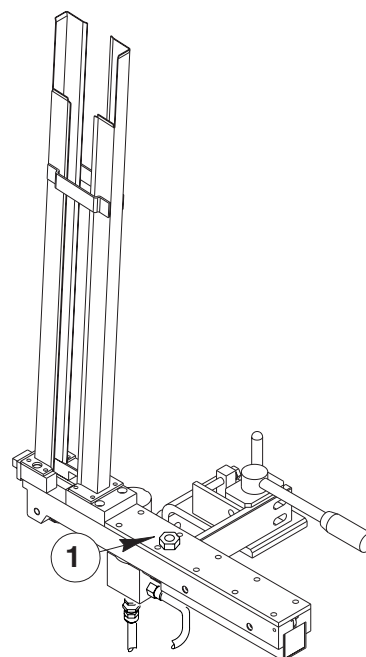

Fig. 7.4
- Máquina de colocar palillos: lubrique (2 o 3 veces al día con la máquina de colocar palillos en funcionamiento) el dispositivo de empuje mediante el engrasador (*Pos.1, Fig.7.4*) colocado en la plancha.